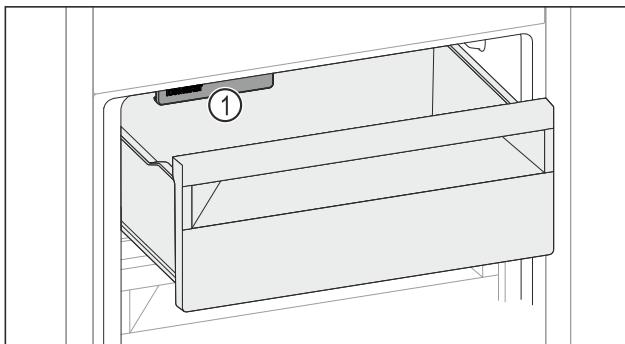

Fig. 162
- Внимавайте за IceMaker Fig. 162 (1).